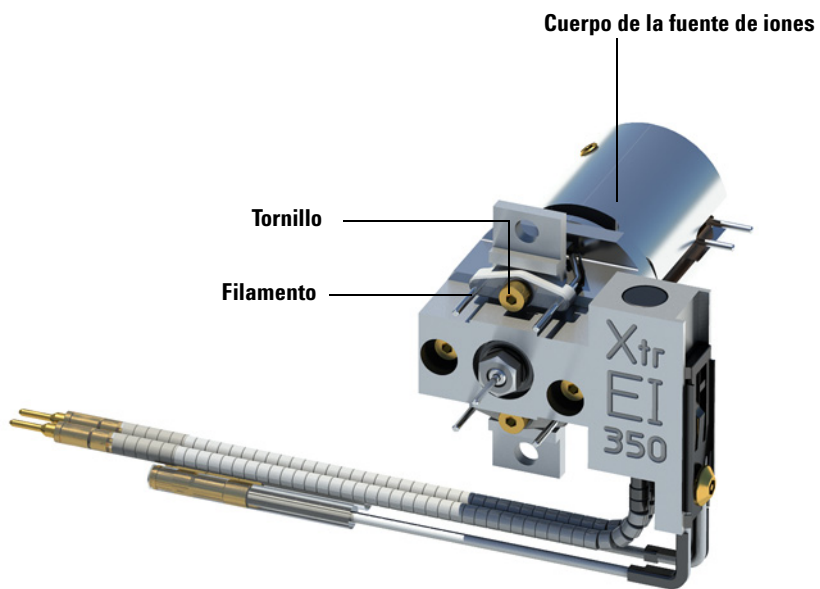

Figura 55 Cambio de un filamento de la fuente EI XTR
- 4 Quite el tornillo que sujeta los filamentos al cuerpo de la fuente de iones. (Consulte la Figura 55 en la página 184.)
- 5 Retire el filamento del conjunto de la fuente de iones. (Consulte la Figura 55 en la página 184.)
- 2 Coloque el filamento nuevo en su posición en el cuerpo de la fuente de iones. (Consulte la Figura 55 en la página 184.)